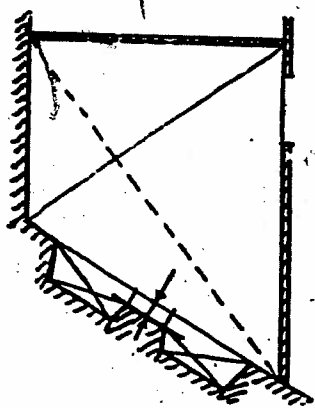

Fig. 1
- Les triangulations, sont des diagonales qui partent des angles et divisent une surface en triangles ayant des côtés communs. Tout ou partie d'une pièce, d'un local (Fig. 1), elles sont prises à 1,00 m du sol.